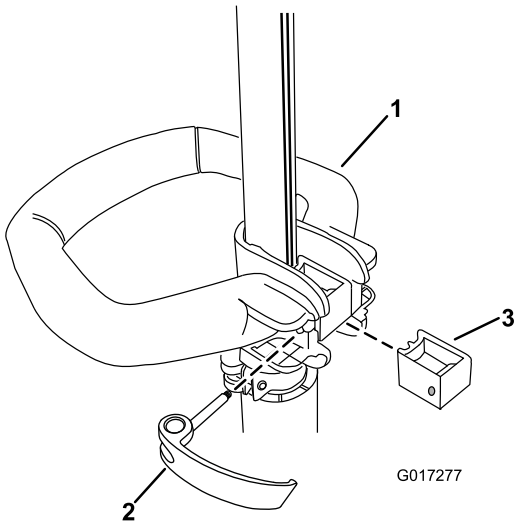

Figura 1
- Coloque la empuñadura auxiliar sobre el mástil de la desbrozadora con la superficie lisa hacia el operador (Figura 1).
- Introduzca la pieza de refuerzo en la empuñadura auxiliar de manera que el refuerzo encaje en la ranura del mástil (Figura 1).
- Pase el pestillo desde la izquierda a través de la empuñadura y la pieza de refuerzo, según se indica, y apriete el tornillo del pestillo con un destornillador de punta Phillips (Figura 1).